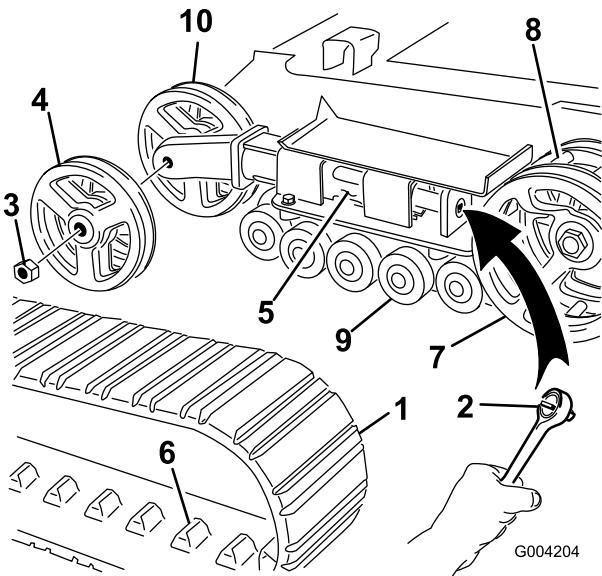

Figura 42
- Usando una llave de tubo de 1/2 pulgada (13 mm), alivie la tensión en la oruga girando el tornillo tensor en el sentido de las agujas del reloj (Figura 40 y Figura 42).
- Empuje la rueda tensora hacia la parte de atrás de la unidad de tracción para mover el tubo tensor contra el bastidor (Figura 42). (Si no toca el bastidor, siga girando el tornillo tensor hasta que lo toque.)
- Retire la tuerca que fija la rueda tensora exterior y retire la rueda (Figura 42).
- Retire la oruga (Figura 42).
- Retire la tuerca que fija la rueda tensora interior y retire la rueda (Figura 42).
- Instale la rueda tensora interior y fíjela con la tuerca que retiró anteriormente (Figura 42).
- Instale la oruga nueva, asegurándose de que los salientes de la oruga encajen entre los dientes del centro la rueda motriz (Figura 42).
- Instale la rueda tensora exterior y fíjela con la tuerca que retiró anteriormente (Figura 42).